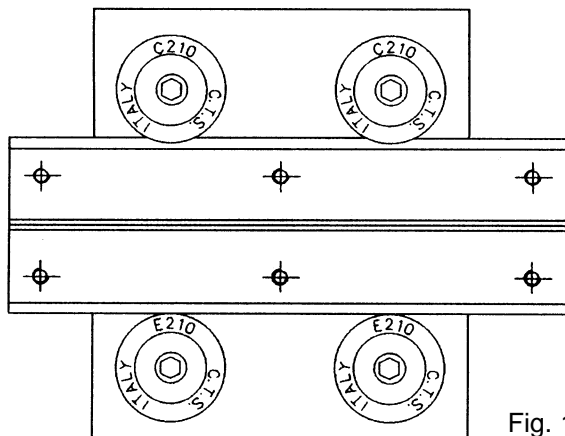

Fig. 1
- 2) Montare le altre due rotelle eccentriche, contrassegnate dalla lettera "E", sul lato opposto e posizionarle, tramite una chiave a brugola, nel punto di maggior gioco (fig. 1).